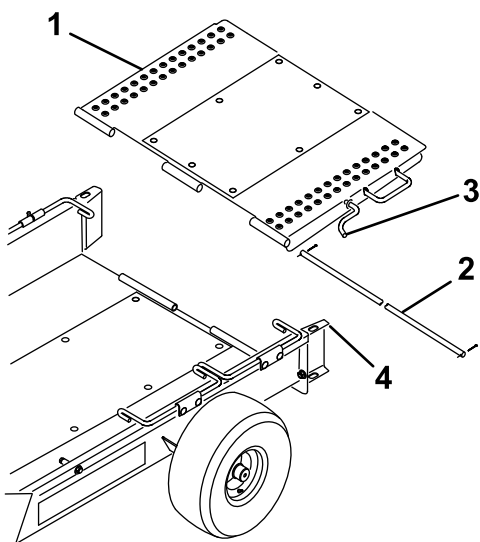

Рисунок 3
- Прикрепите рампу прицепа к задней части платформы прицепа с помощью оси петли и двух шплинтов (Рисунок 3).
- Поверните рампу вверх и зацепите защелку рампы за отверстие сверху колесоотбойника (Рисунок 3).
8. Поверните рампу прицепа вверх и зацепите защелку ramпы за отверстие вверху колесоотбойника (Рисунок 3).